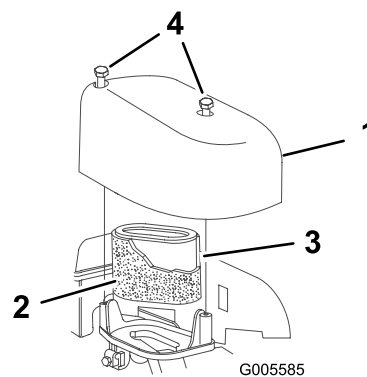

Figura 18
3. Desenrosque el tornillo que sujeta la tapa del limpiador de aire (Figura 18).
4. Retire la tapa y límpiela a fondo (Figura 18).
6. Lave el prelimpiador con detergente suave y agua, luego séquelo apretando con un paño (Figura 18).
7. Retire el filtro de aire de papel y deséchelo (Figura 18).
8. Inserte el filtro de aire de papel nuevo en el prelimpiador de gomaespuma (Figura 18).